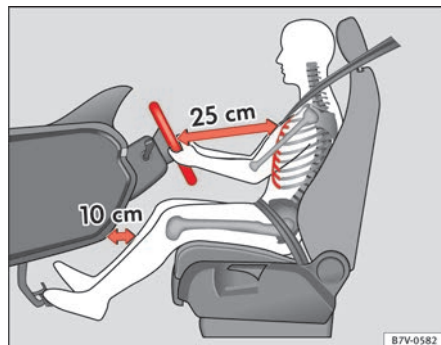
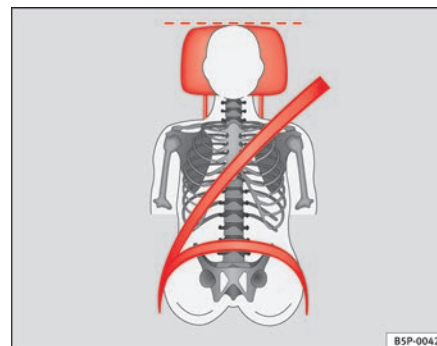

Fig. 1 La separación correcta entre el conductor y el volante debe ser de 25 cm como mínimo (10 pulgadas).
Fig. 2 Banda del cinturón y apoyacabezas ajustados correctamente.
- Ajuste el apoyacabezas de modo que el borde superior quede, en la medida de lo posible, a la altura de la parte superior de la cabeza, en ningún caso por debajo de los ojos. Mantenga la nuca lo más cerca posible del apoyacabezas ⇒ fig. 1 y ⇒ fig. 2.
- Ajuste el volante de tal modo que quede como mínimo a 25 cm (10 pulgadas) del tórax ⇒ **fig. 1** y que pueda asir el volante lateralmente por la parte exterior con las dos manos y los brazos ligeramente flexionados.
- Ajuste el asiento del conductor longitudinalmente de forma que pueda pisar a fondo los pedales con las piernas ligeramente flexionadas y que las rodillas queden, como mínimo, a 10 cm (4 pulgadas) del tablero de instrumentos ⇒ **fig. 1**.